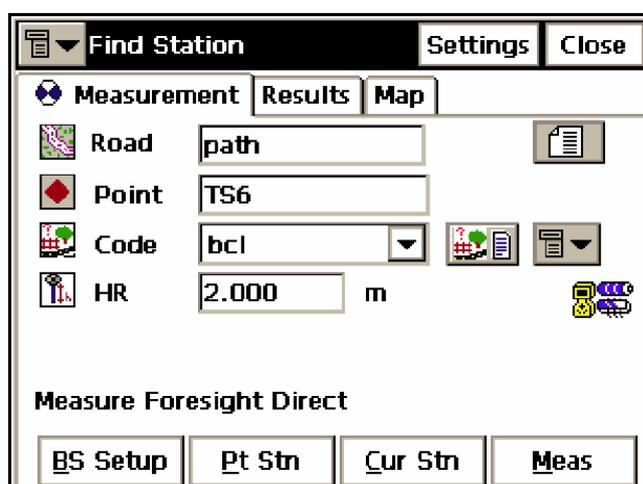

Рисунок 6-33. Найти Станцию - Вкладка "измерения"
2. Введите название трассы, имя и код точки и высоту вешки (цели) (рис. 6-33).